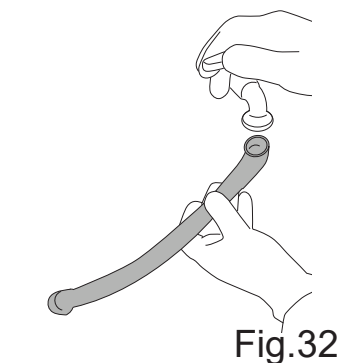

Fig.32
- Lave o tubo fazendo correr água no seu interior (Fig.32).